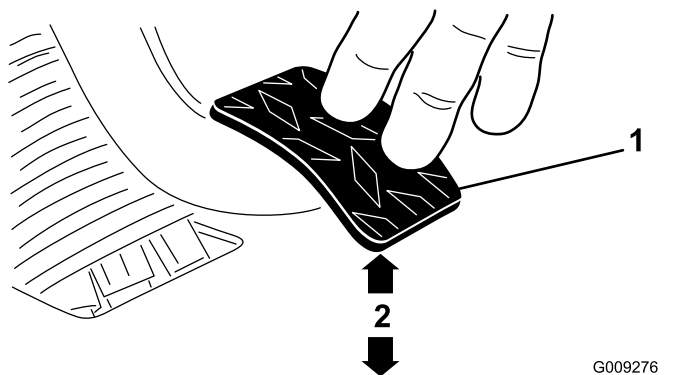

Figura 62
3. Regolate i controdadi o il giunto a sfera fino a quando, applicando sul pedale una forza di 1,8 kg, il bordo posteriore del pedale della frizione si trova a una distanza compresa tra 9,2 e 9,8 cm dalla superficie con motivo a rombi del pianale del veicolo (Figura 62).